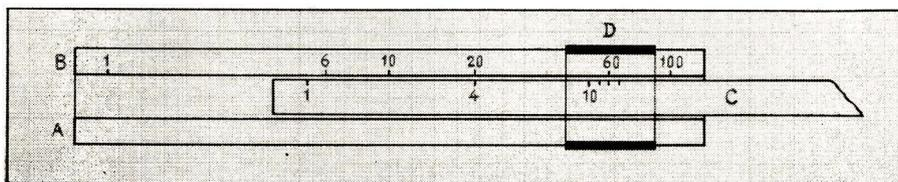

FIG. 2. — Calcul de la résistance à ajouter en parallèle sur une résistance connue pour obtenir une valeur donnée.
1. — A l'aide du curseur mobile D, on marque la composante connue, par exemple R_1 (ou C_1) sur la graduation inférieure de B, en divisant par une puissance appropriée de 10, afin de n'opérer que sur des nombres compris entre 1 et 100 (fig. 2).
1. — Calculer C_2 à mettre en série avec $C_1 = 600$ pF pour obtenir $C = 400$ pF. Divisons 600 par 10 pour obtenir 60 et marquons cette valeur sur B, à l'aide du curseur D (fig. 2). Faisons $C_1 - C = 200$, divisons par 10 et notons 20 sur la même graduation de B. Réduisons $C = 400$ à 4, en divisant par 100, et amenons le repère 4, pris sur la graduation supérieure de C, en face de $C_1 - C$, c'est-à-dire 20. Lisons le résultat sur la même graduation, en face du repère correspondant à C_1 . Nous